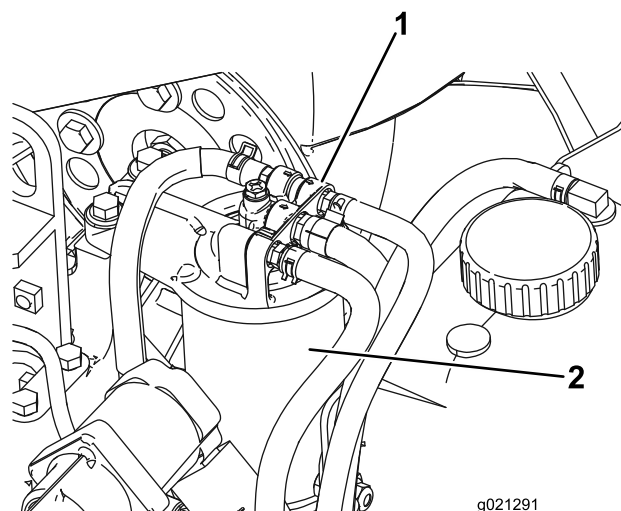

Figure 84
1. Nettoyez la surface autour de la tête du filtre à carburant (**Figure 84**).
2. Déposez le filtre et nettoyez la surface de montage de la tête du filtre (**Figure 84**).